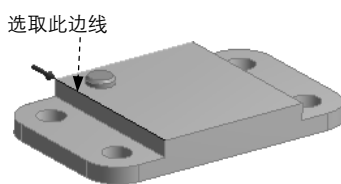

图 3.4.10 定义第二方向
(2) 定义第一方向参数。在 **FD1, Offset** 文本框中输入阵列间距数值 34；在 **FD3, Copies (>0)** 文本框中输入阵列副本数 1。
(3) 定义第二方向参考元素。单击以激活 **Direction 2** 后的文本框，选取图 3.4.10 所示的实体边线为参照方向，调整箭头方向如图 3.4.10 所示，并单击 **Apply** 按钮确认。
(4) 定义第二方向参数。在 **FD4, Offset 2** 文本框中输入阵列间距数值 40；在 **FD5, Copies 2 (>0)** 文本框中输入阵列副本数 1。